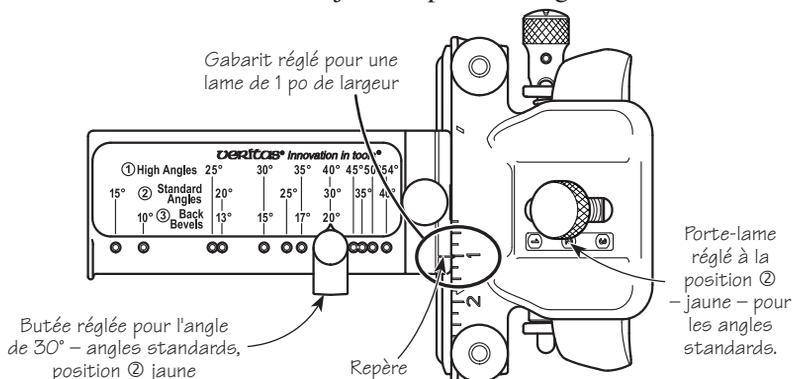

Figure 4 : Gabarit de réglage mis en place
Glisser le gabarit sur la rainure en queue d'aronde à l'avant du portelame. Positionner le gabarit de manière à ce que le repère qui y est gravé coïncide avec la largeur approximative de la lame qui apparaît sur la règle de la mâchoire supérieure du porte-lame. Voir la **figure 4**. Serrer à la main la molette d'attache du gabarit de réglage. **Ne pas** serrer excessivement. Il est souhaitable de laisser un léger jeu permettant de déplacer le gabarit de bas en haut afin de pouvoir dégager facilement la lame.
Positionner la butée du gabarit selon l'angle de biseau souhaité et l'échelle correspondant au type d'angle voulu. Dans la **figure 4**, le réglage du gabarit et de la butée sont faits en fonction d'une lame de 1 po de largeur avec un biseau de 30°, en utilisant l'échelle ② – jaune – pour les angles standards.